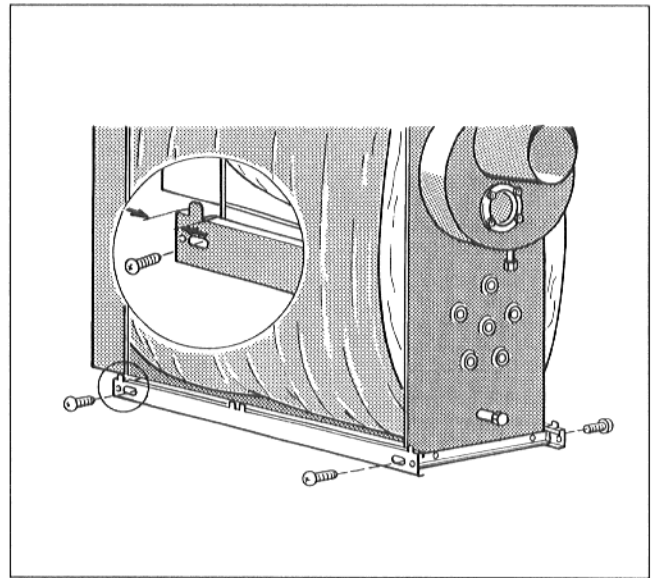

Fig. 9
- Visser sans serrer la baguette droite et gauche du cadre sur la traverse avant et arrière, à l'aide de 2 vis Parker (Fig. 9).
La distance entre le bord avant de la baguette du cadre et la paroi avant de la chaudière doit être de 38 mm (Fig. 9).